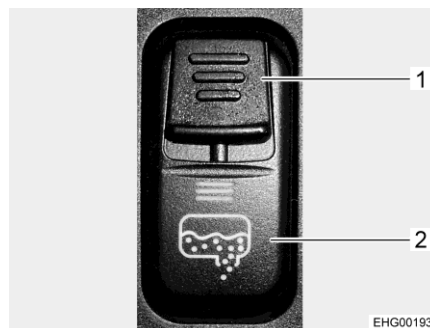

Fig. 104 Interruttore a bilico (rubinetto di scarico)
Il rubinetto di scarico per il serbatoio delle acque grigie viene aperto e chiuso tramite un interruttore a bilico della console interruttori nella cabina di guida. Per evitare l'apertura inavvertita del rubinetto di scarico, l'interruttore a bilico è dotato di un cursore di sicurezza (Fig. 104,1). Il tubo di scarico con collegamento per un tubo di gomma per lo scarico si trova sotto al veicolo.
- Spostare verso il basso il cursore di sicurezza (Fig. 104,1) sull'interruttore a bilico (Fig. 104,2) e, contemporaneamente, premere in basso l'interruttore a bilico. In questo modo la valvola delle acque grigie viene aperta e il serbatoio delle acque grigie svuotato. Il LED si accende e resta acceso fino a quando il rubinetto di scolo delle acque grigie è aperto.
- Dopo il deflusso completo delle acque grigie, richiudere il rubinetto di scarico. A tal fine premere verso l'alto l'interruttore di comando (Fig. 104,1).